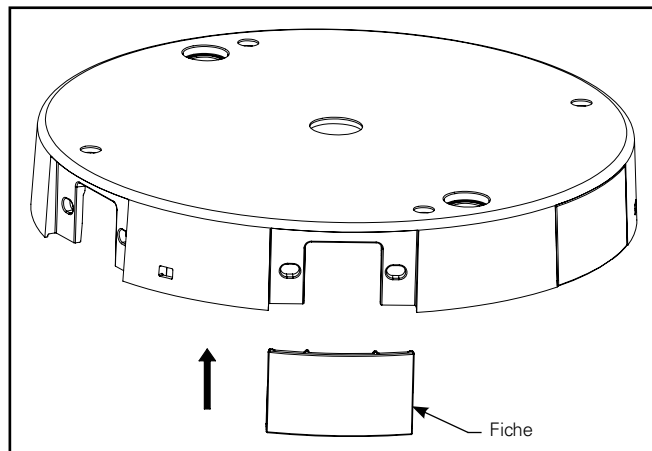

Figure 2.1.
2. Insérez les fiches dans les ouvertures non utilisées du couvercle supérieur du concentrateur en fonction de la forme ou du motif que vous essayez d'obtenir (figure 2.1).